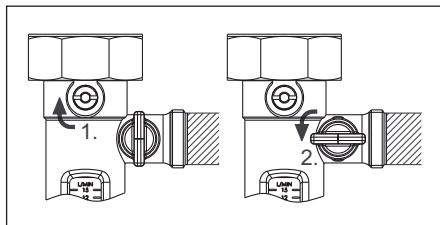

Fig. 6.15 Ritegno e valvola a sfera di scarico
- Chiudere la valvola a sfera superiore sul misuratore di portata girando la vite di regolazione in posizione orizzontale. Aprire la valvola a sfera laterale sullo stesso componente con una rotazione antioraria di 90°, (fig. 6.15).